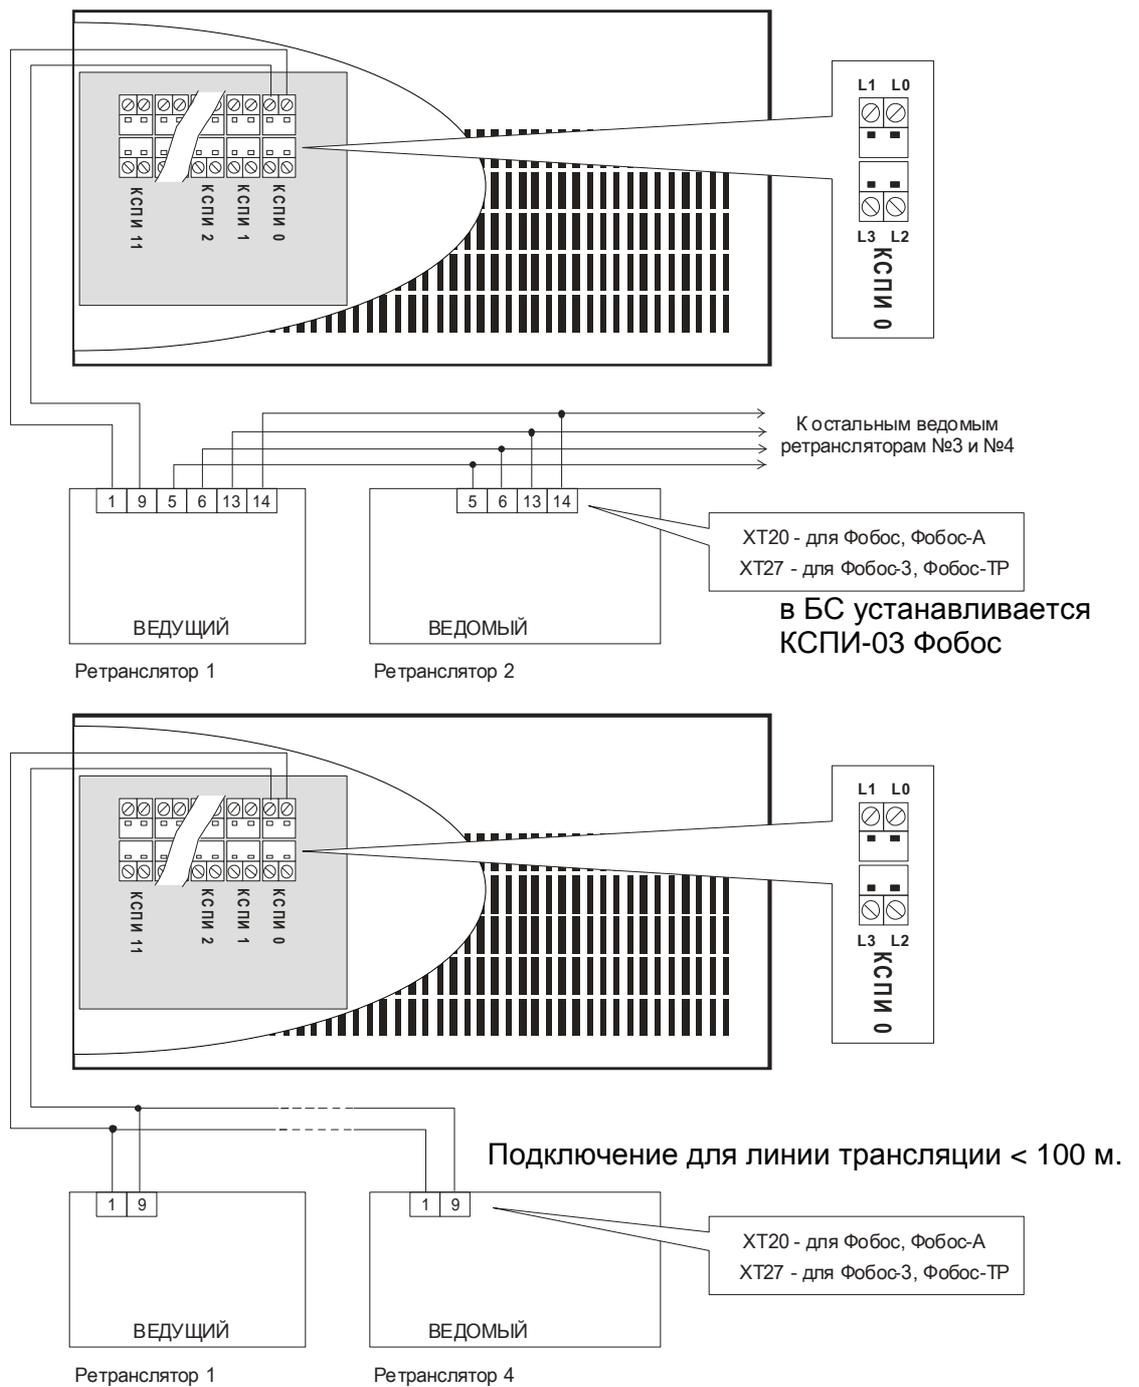

Рисунок 4.4 – Подключение ретрансляторов Фобос, Фобос –А, Фобос -ТР, Фобос –3 к блоку сопряжения.
- рисунок 4.4 – Подключение ретрансляторов Фобос, Фобос –А, Фобос –ТР, Фобос –З;